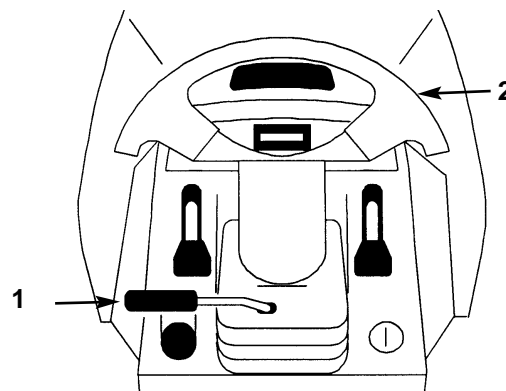

Bild 14
1. Den Kipphebel zum Entriegeln des Lenkrads anheben (Bild 14).